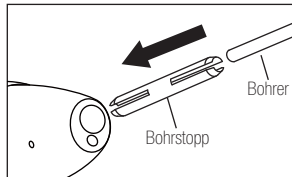

Abb. 2
- 2) Führen Sie den mitgelieferten Bohrstopp in die Spannvorrichtung. (Abb. 2)